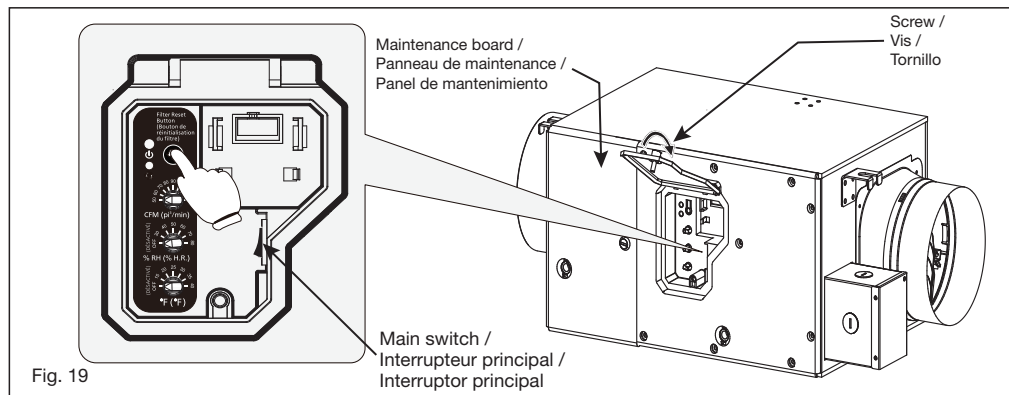

Fig. 19
7. Turn on the main switch and press the Filter Reset button. The Filter Indicator light and the buzzing sound will turn off. Close the control box cover and turn the hand screw clockwise (Fig. 19).
7. Rétablissez l'alimentation principale, appuyez sur le bouton de réinitialisation du filtre. Le voyant du filtre et le signal sonore seront désactivés. Vissez à la main le couvercle du boîtier de commande (Fig. 19).
7. Encienda el interruptor principal y presione el botón de reinicio de filtro. La luz del indicador de filtro y el sonido de la alarma se apagará. Cierre la cubierta de la caja de control y gire el tornillo manual en el sentido de las manecillas del reloj (Fig. 19).